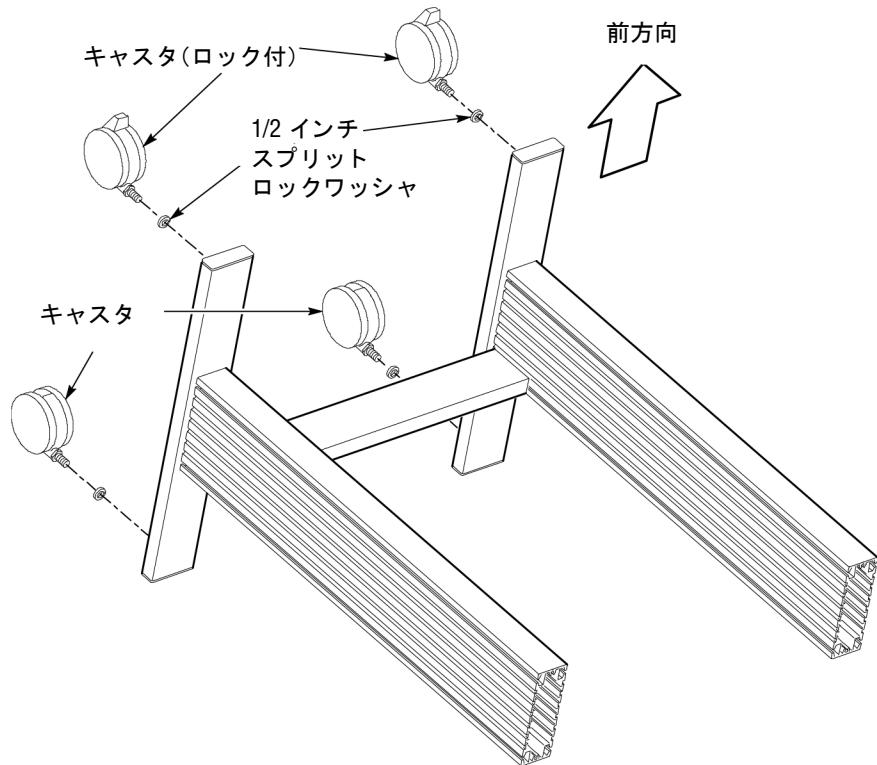

図 5: キャスターの取り付け
10. 図 5 に示すように台車を倒します。脚部の両端にキャスタを取り付けられるように台車を置きます。